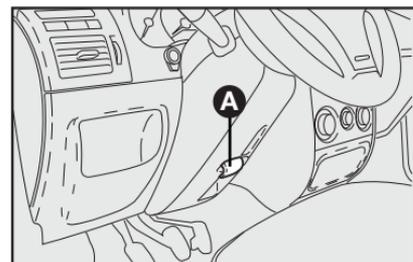
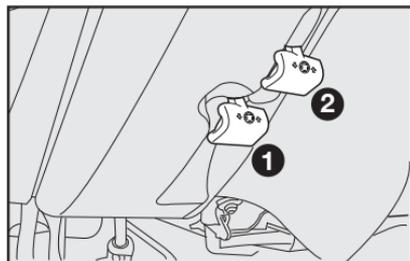

fig. 10
fig. 11
### VOLANTE - fig. 10 y 11
1) Desplace la palanca A-fig. 10 hasta la posición 2-fig. 11.
3) Vuelva a poner la palanca en la posición 1-fig. 11 para trabar nuevamente el volante.